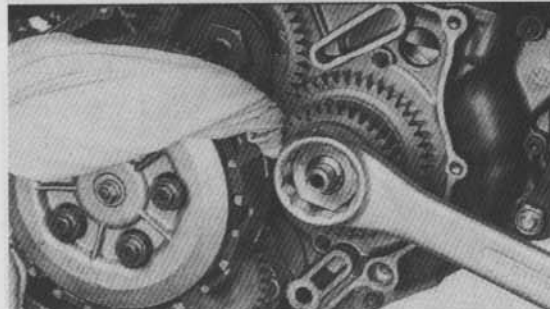

Bild 95
- Schraube SW 36 auf Kurbelwelle lösen. Dabei Kurbelwelle mit fusselfreien verdrehten Putzlappen blockieren (Bild 95). Dieser Arbeitsgang entfällt natürlich, wenn es nur darum geht, etwa Kupplungsbeläge zu erneuern!